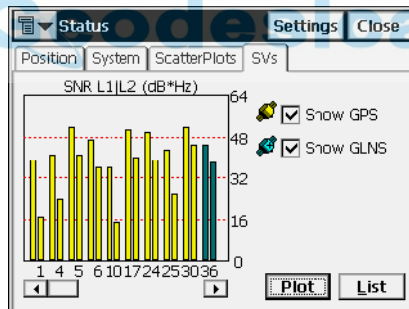

Figura 5-9. Estado – SNR SVs
- **SNR**: cambia la apariencia de la pantalla a una tabla que muestra la señal ruido de cada uno de los satélites (Figura 5-9).